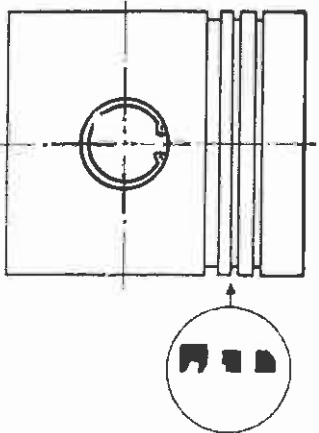

Fig. B 19
- Monter la segmentation dans l'ordre du dessin (fig. B 19).
- Fit piston-rings in order shown (fig. B 19).